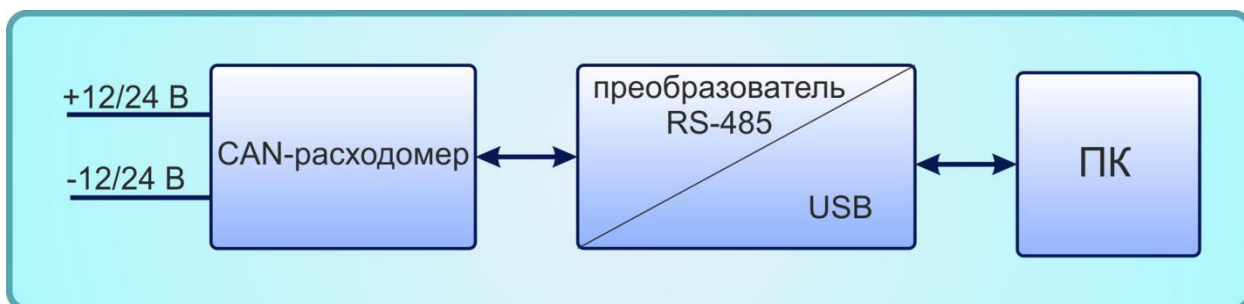

Рисунок 4 – Схема подключения CAN-расходомера к ПК
1. Подключить CAN-расходомер к ПК. В качестве устройства для подключения прибора к ПК можно использовать USB-адаптер, выпускаемый нашим предприятием либо другой преобразователь, выполняющий преобразование RS-485 → COM-порт. Схема подключения представлена на рис. 4.